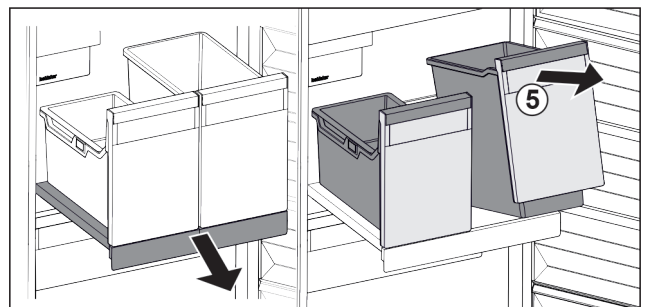

Fig. 100
- ▶ Підняти резервуар Fig. 100 (5) спереду.